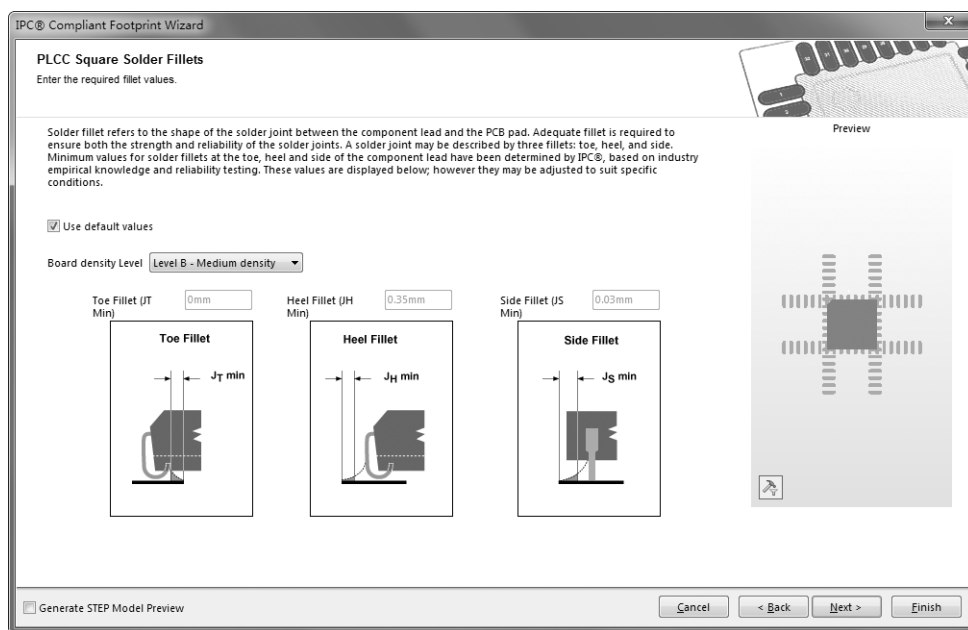

图 11-45 焊盘片设置对话框
(6) 单击“Next”（下一步）按钮，进入 IPC 模型焊接片设置对话框，同样适用默认值，如图 11-45 所示。